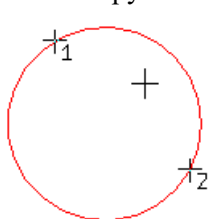

Рис. 17.
4. Укажите точку внутри удаляемого участка. Результат выполнения команды показан рис.17,18.